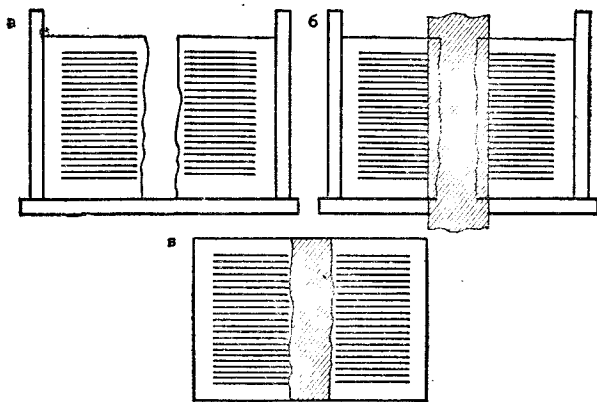

Рис. 46. Нарращивание полей у корешков листа:
**Наращивание разрушенных полей в корешке.** При длительной эксплуатации книги, после неоднократной замены ее переплетных крышек, поля листов у корешка разрушаются настолько, что снова переплести книгу без предварительного их восстановления становится невозможным. При этом надо следить за тем, чтобы был сохранен первоначальный формат парных листов и правильное соединение страниц. Разрушенные поля в корешке восстанавливают так. На стекло подставки-подсвета снизу подклеивают из полосок бумаги П-образную рамку, ширина внутренней части которой равнялась бы двум полным листам книги. Реставрируемые листы размещают в рамке так, чтобы они боковыми и нижними обрезками соприкасались с ней (рис. 46, а). Недостающие поля восполняют, приклеивая бумагу встык (рис. 46, б, в). Во избежание утолщения корешка у книг большого объема бумагу для восстановления полей следует подбирать несколько тоньше, чем у реставрируемого листа. При необходимости одновременно с восстановлением корешковой части листа наращивают поля у обрезов (с припуском). Ветхие листы укрепляют с двух сторон конденсаторной бумагой.